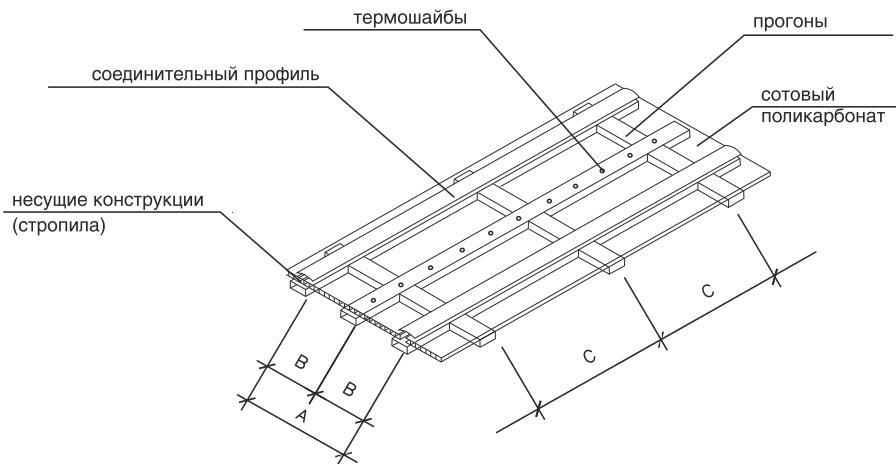

Рисунок 7.
В настоящее время широкое распространение получил способ крепления поликарбоната, когда несущие конструкции (стропила и прогоны) лежат в одной плоскости (Рис. 7). Расстояния между стропилами (величина В) принимаются кратными стандартной ширине листа (A), т.е. 2100; 1050 или 700 мм. А расстояния между прогонами (величина С)-в зависимости от типа листа и расчетной нагрузки. Крепление панелей производится с помощью соединительных профилей различных типов и термошайб. Применимо это и для арочных конструкций.